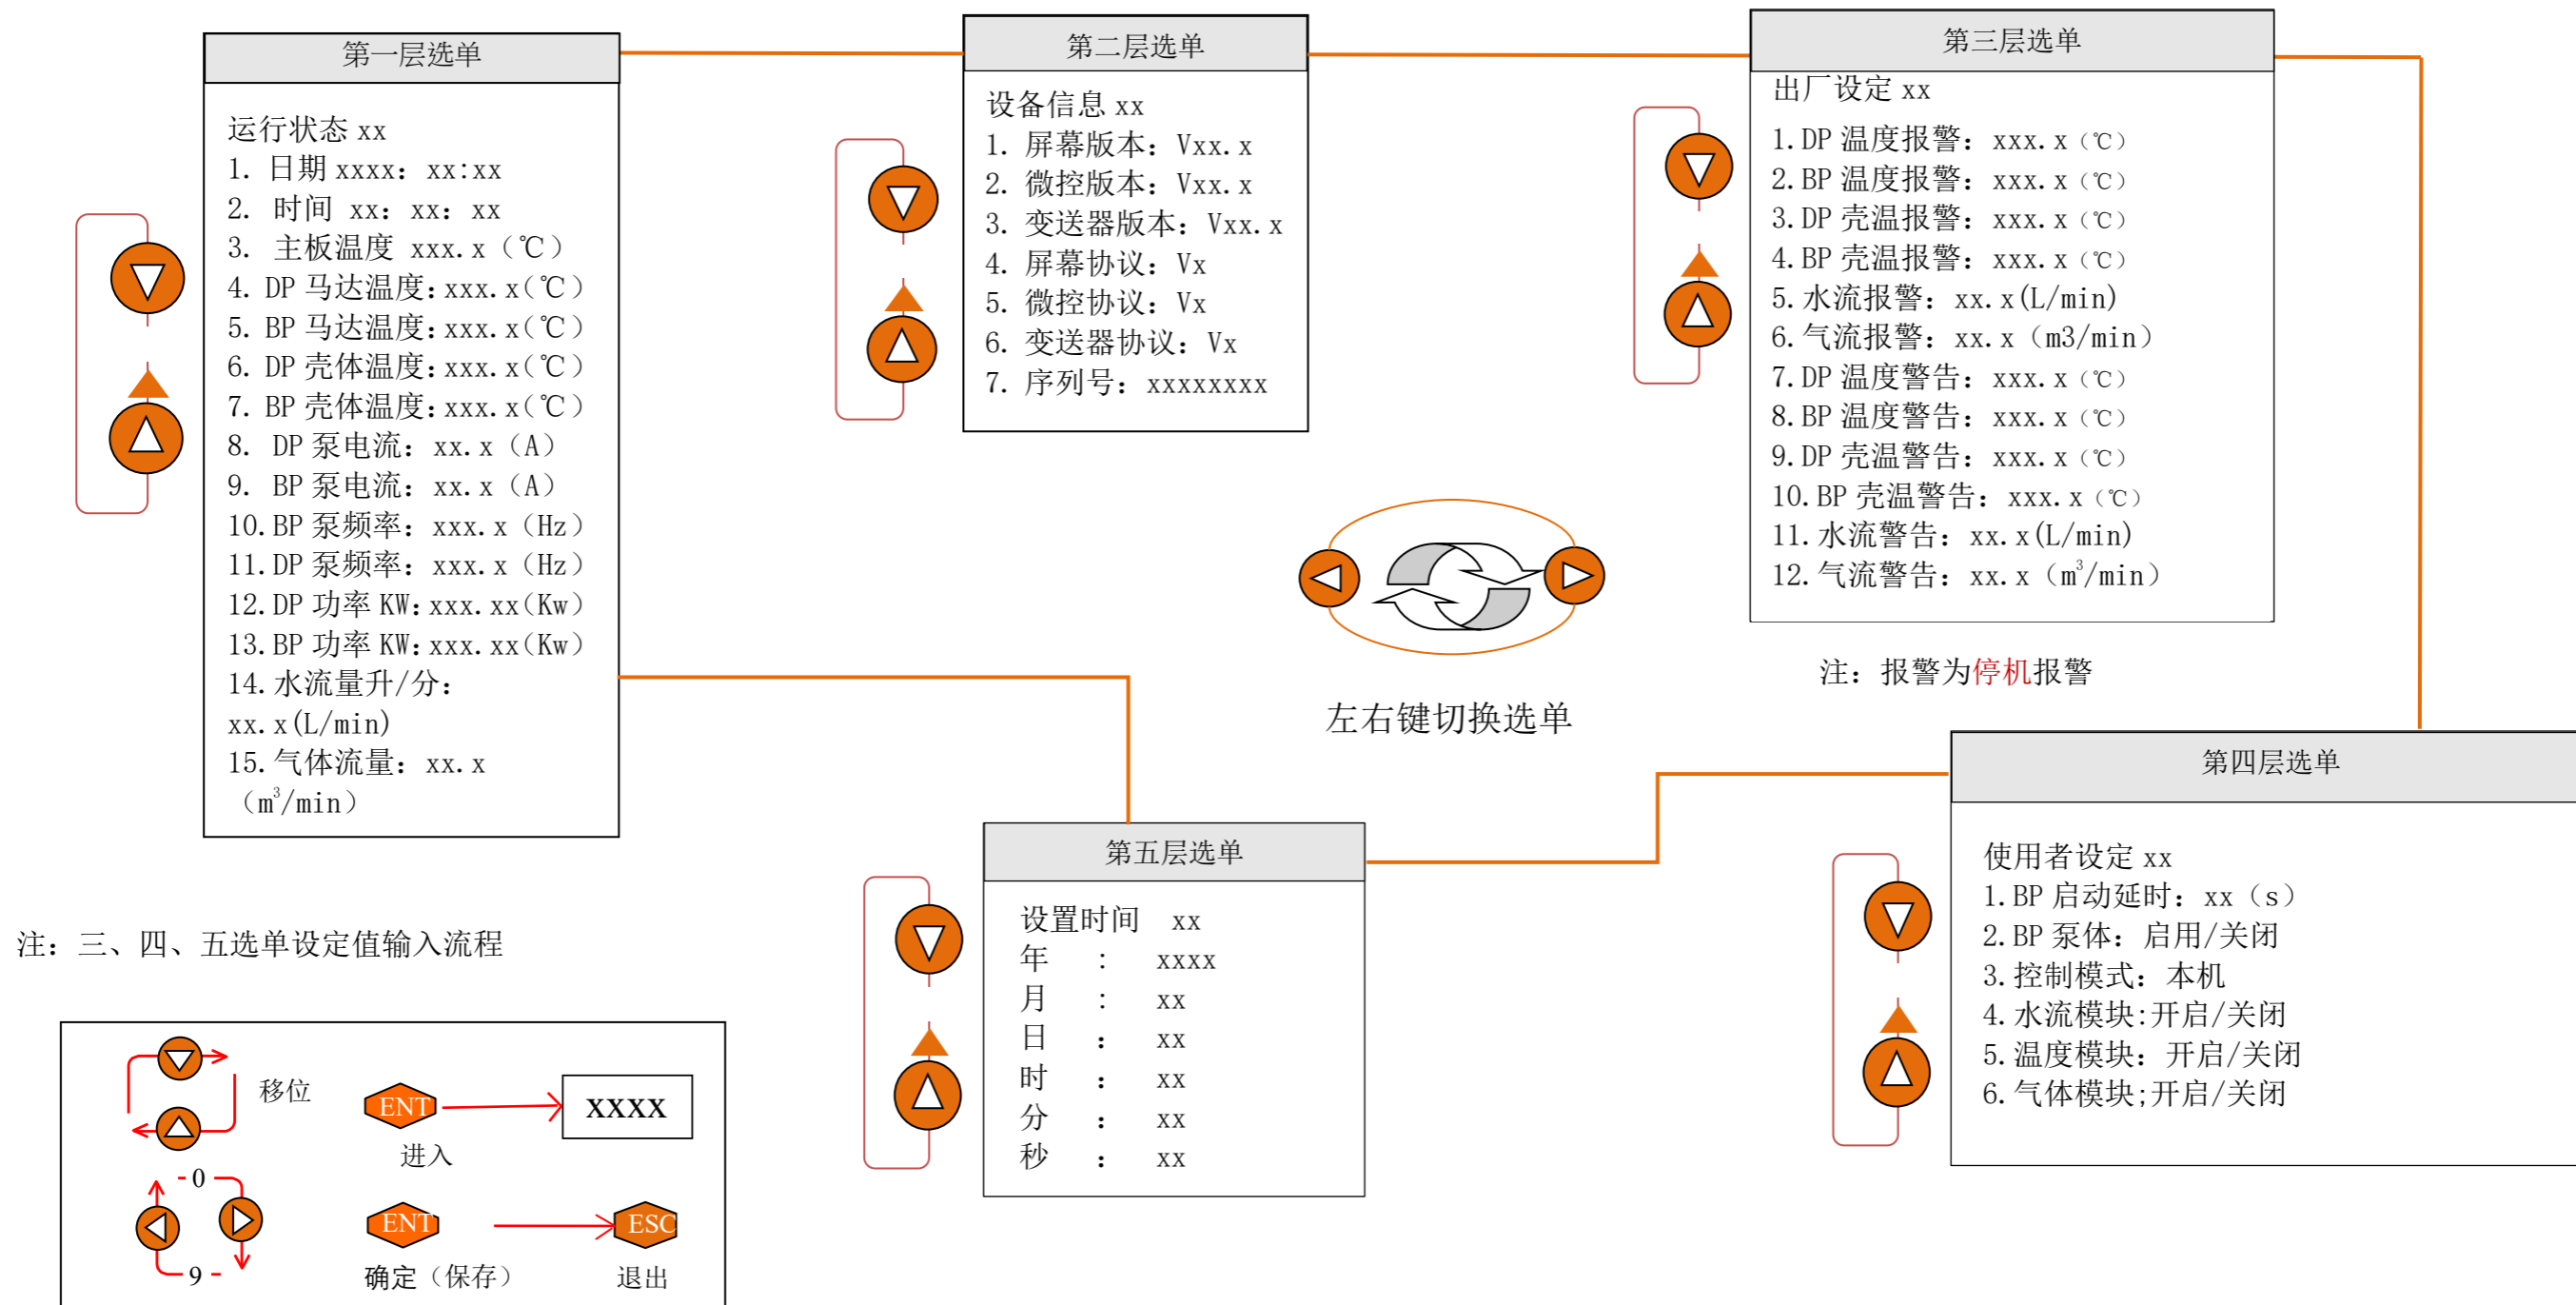

图 4.2 人机控制器功能树状图
- 参考 图 4.2 人机控制器功能树状图「XX/XX/XX」：公元年/月/日
参阅「图 4.2 人机控制器功能树状图」，人机控制器功能分为五层，第一层为泵运转状态显示，依选配功能可显示电流、温度、水流量、氮气流量、频率、功率等。